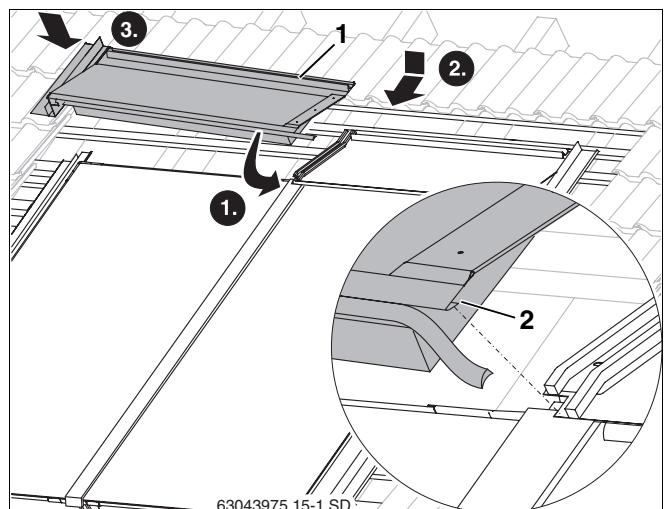

Fig. 57 Chapa de cobertura superior esquerda
- ▶ Introduzir as outras chapas de cobertura superiores com a dobra da chapa (fig. 57, **item 2**) na chapa de cobertura montada e, a seguir, encostar no colector.
- ▶ Introduzir a chapa de cobertura superior esquerda (fig. 57, **item 1**) na chapa de cobertura lateral esquerda.